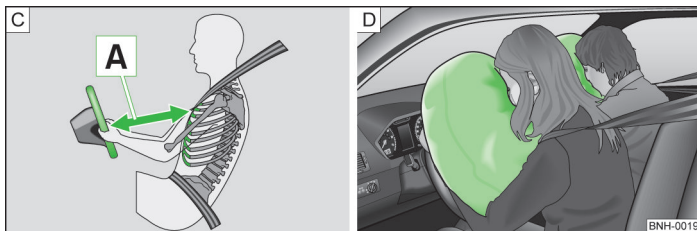

Fig. 113 Distance de sécurité par rapport au volant / airbags gonflés au gaz
Si les airbags se déclenchent, ils se déploient devant le conducteur et le passager avant » fig. 113 - [D]. Lorsque les personnes à l'avant plongent dans les airbags gonflés à bloc, leur mouvement vers l'avant est amorti, ce qui réduit les risques de blessures de la tête et du buste.
- Il est important que le conducteur et le passager avant se tiennent à une distance minimum de 25 cm du volant et du tableau de bord [A] » fig. 113. Les airbags ne peuvent pas vous protéger si vous êtes plus près - danger mortel ! Les sièges avant et les appuie-tête doivent en outre toujours être ajustés en fonction de la taille des personnes.